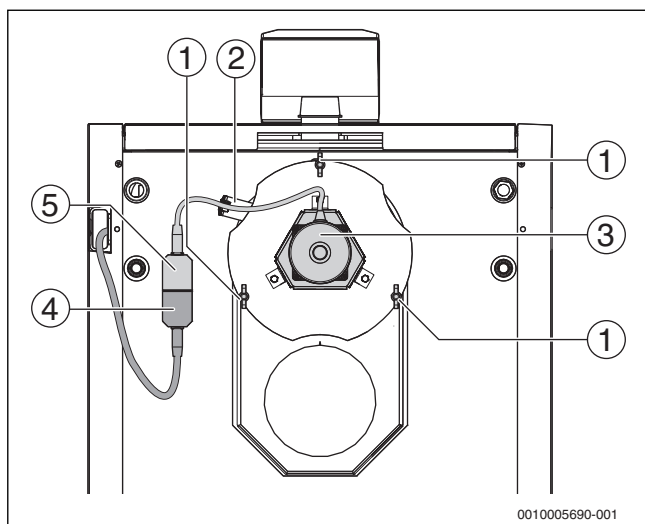

Fig. 33 Instalarea suflantei cu tiraj artificial
- Fixați cablul ventilatorului cu tiraj forțat pe suportul de cablu (→ Fig. 33, [2], pagina 33).